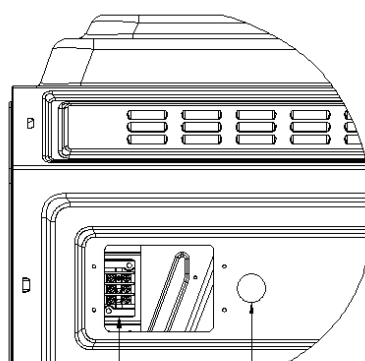
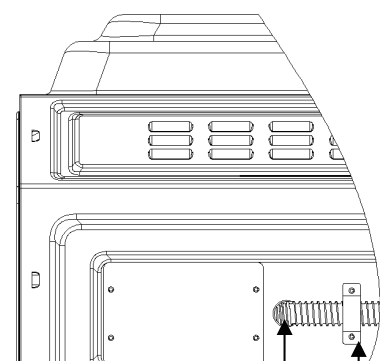

Fig.1.2
Fig.1.3
Paso 2: Los fuelles: se extienden desde la salida de los fuelles y se presionan sobre la cubierta superior por el abrazadera de cable. Conecte el cable a tierra, el cable rojo L1 y el cable negro L2 de los fuelles al cable a tierra, el cable rojo L1 y el cable negro L2 del asiento de cableado, respectivamente. Según Fig.1.2/Fig.1.3